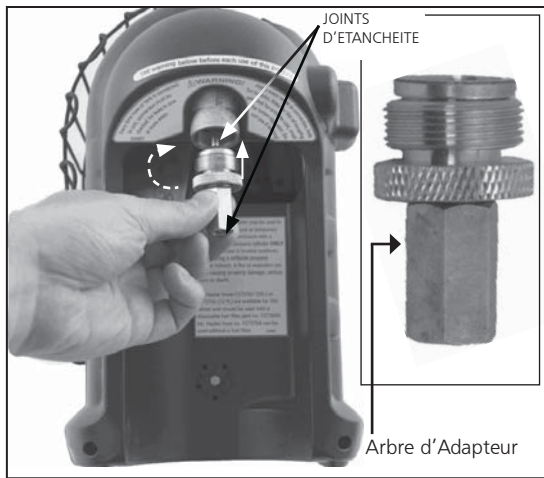

Figure 4 : "Adaptateur de Butane"
- Pour utiliser avec un mélange de butane / propane (G30 + G31): Vissez l'adaptateur en laiton dans le sens horaire dans le régulateur de l'appareil portatif (du bas) jusqu'à ce qu'il soit serré. Voir Figure 4. N'utilisez pas un produit d'étanchéité sur